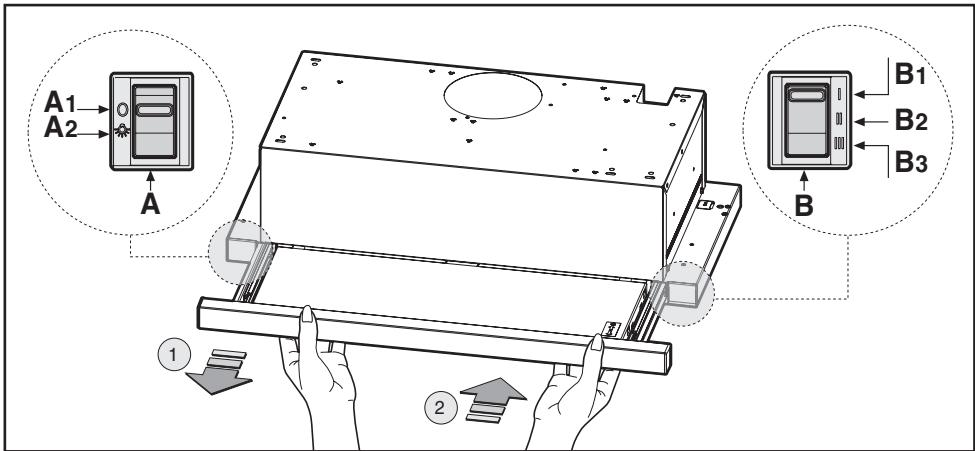

Fig.9.1
• Comandi slider (Fig.9.1) la simbologia è di seguito riportata: